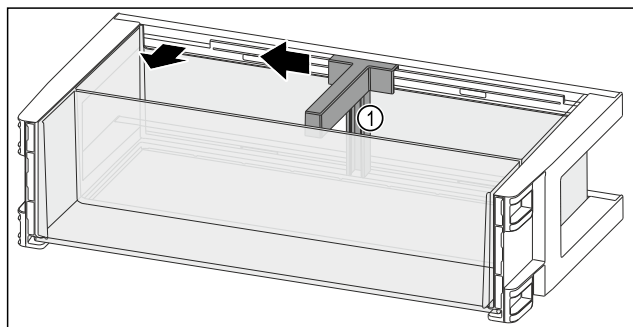

Fig. 131
- Spingere il fermabottiglie Fig. 131 (1) lateralmente fino all'incavo.
- Rimuovere il fermabottiglie Fig. 131 (1).